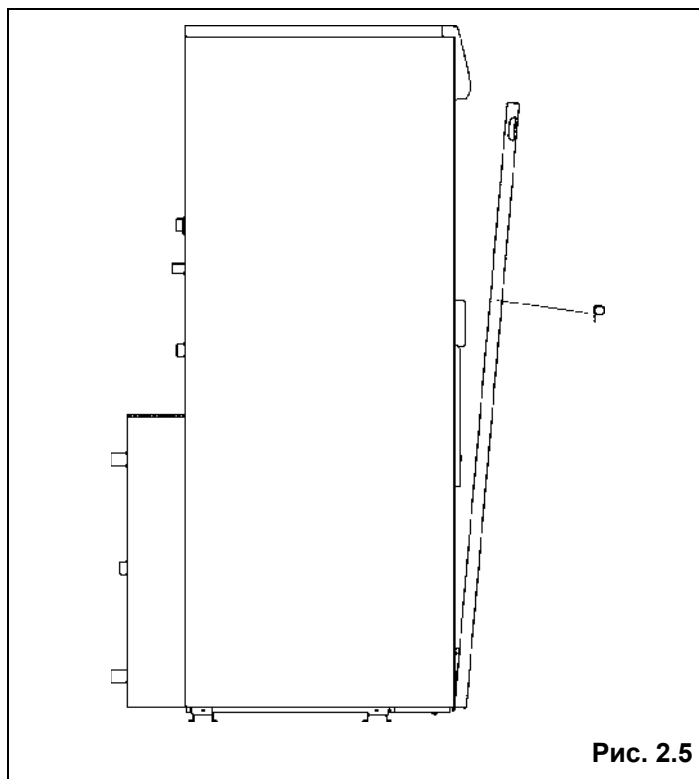

Рис. 2.5
- снимите переднюю панель (Р) внешней облицовки (рисунок 2.5)